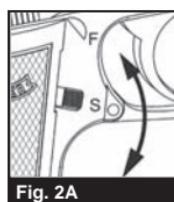

Fig. 2A
- Poussez le cran de sûreté vers le bas jusqu'à ce qu'il pointe vers le "S" et couvre le point rouge. (**Fig. 2A**) Le cran de sûreté n'est pas en position "ON SAFE" a moins qu'il ne soit poussé complètement vers le bas et que le point rouge ne soit plus visible.